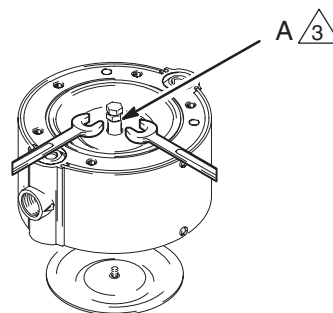

Fig. 5
2. Desenrosque a mano una membrana (6) del eje (5). Vea la Fig. 5.
3. Enrosque una tuerca hexagonal M8 (A) en un perno M8. Enrosque el perno en el eje (5) hasta el fondo. Enrosque la tuerca en el eje para bloquearlo.
4. Sujete la tuerca con una llave para impedir el giro del eje. Desenrosque a mano la otra membrana (6).